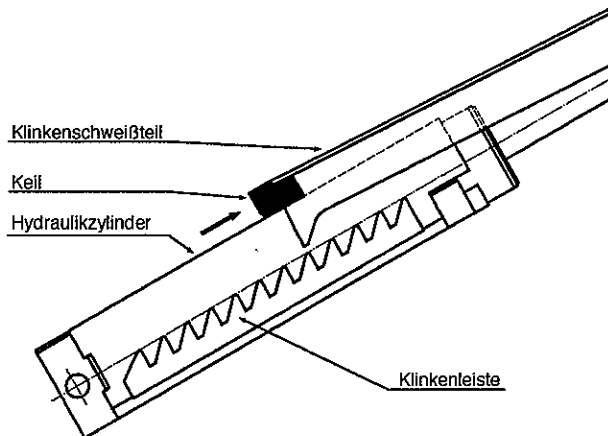

Bild 5: Einlegen des Keils
- Sicherheitsklinke manuell anheben und geeigneten Gegenstand (Keil) zwischen Hydraulikzylinder und Klinkenschweißteil legen, so daß der Zahn des Klinkenschweißteils nicht mehr in die Klinkenleiste einrasten kann (siehe **Bild 5**). Diese Maßnahme muß an beiden Hydraulikzylindern vorgenommen werden.